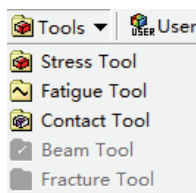

图 25-32 添加应力工具
8) 选择 Solution 工具栏中的 Tools>Stress Tool, 如图 25-32 所示, 此时在树结构图中将出现 Stress Tool 对象。